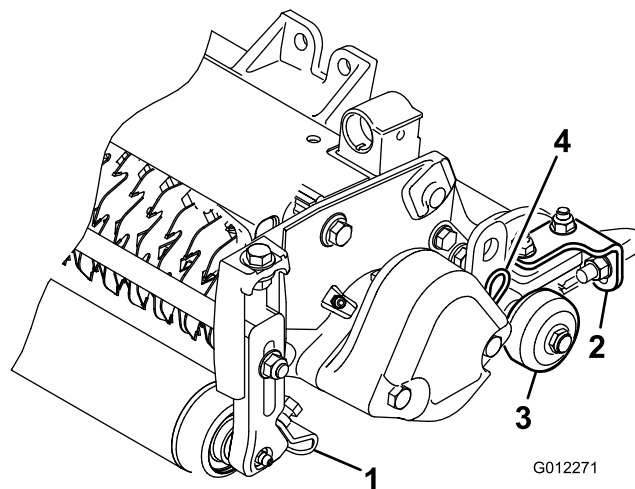

Рисунок 6
1. Ослабьте гайки с буртиками, которые крепят скребки валиков (Рисунок 6).
Перед тем, как опустить вертикуттер на пол в мастерской или извлечь его из тягового блока, опустите ведущие ролики (Рисунок 6), чтобы обеспечить отсутствие контакта ножей с твердой поверхностью.